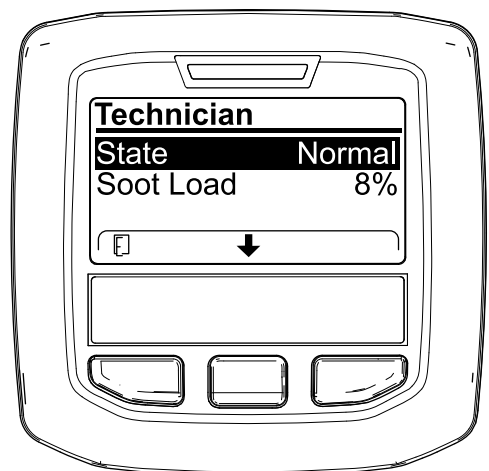

Figura 72
- Utilice la tabla de funcionamiento de DPF para comprender el estado actual del funcionamiento del DPF (Figura 72).